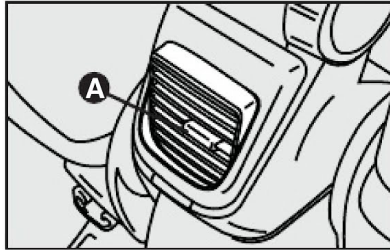

fig. 47
**DIFUSOR ORIENTÁVEL TRASEIRO - fig. 47**